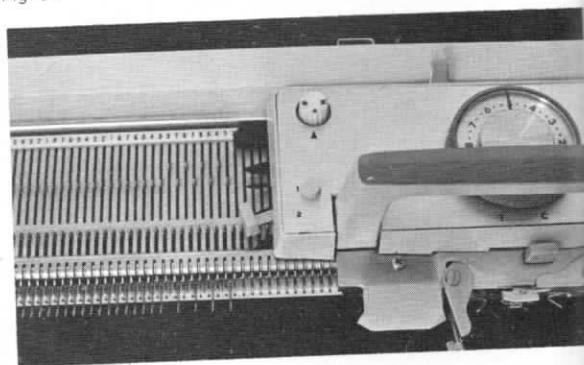

Fig. 35
- f) Retroceder a la posición B desde la derecha las 2ª, 4ª, 6ª y 8ª agujas (Fig. 35);